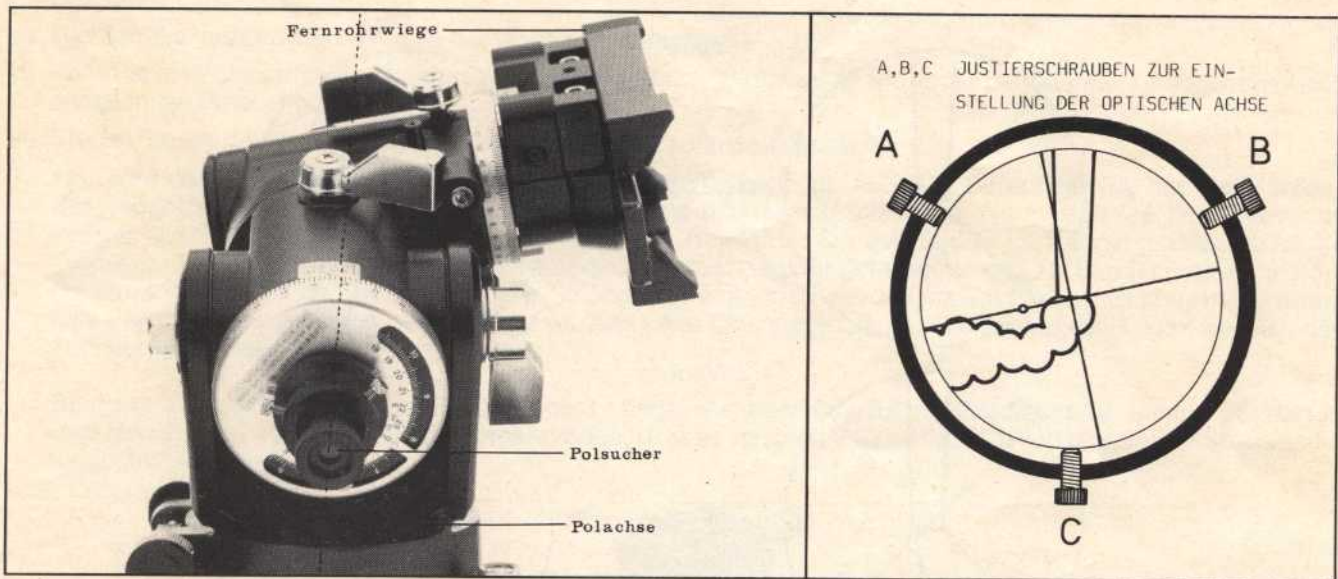

Abb. 39: Fernrohrwiege auf die rechte Seite geschwenkt
a) Lösen Sie hierzu die Rektaszensionsklemme des Fernrohrs und drehen Sie die Fernrohrwiege auf die rechte Seite (Abb. 39). Ziehen Sie die Klemme wieder an.
b) Holen Sie nun ein mehr als 1000 m entferntes Objekt in das Blickfeld des Polsuchers, indem Sie die Polhöhen- und Azimutfeineinstellungen benutzen. Die Justierschrauben zur Einstellung der optischen Achse des Polsuchers sind nach Abbildung 39 mit A, B, C bezeichnet.
- d) Bringen Sie das Zentrum des Halbkreises (+) in die Mitte des Fadenkreuzes des Polsuchers unter Zuhilfenahme der Schrauben A, B, C in Abbildung 39, 40.